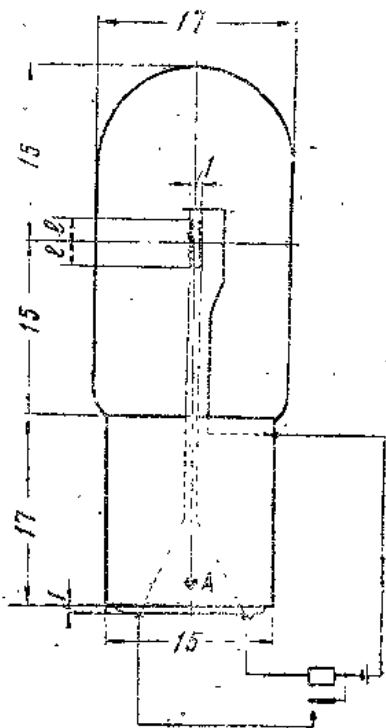

图2 制造规格：
(1) 双丝同时着灯的方式：如广州局的T型灯泡即为此种方式，（后面另有介绍，此处不再详谈了）；
(2) 双丝三级灯泡：经常主灯丝着灯，当主灯丝断丝时，用小型灯丝继电器的接点动作来转换灯丝而使副灯丝发光。郑州局已在采用此种结构（图2）。